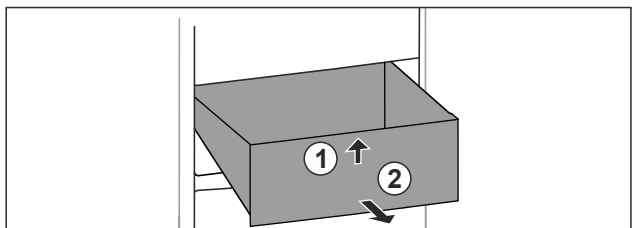

Fig. 101
- ▶ Nadvihnite zásuvku vpredu. Fig. 101 (1)
- ▶ Odoberte zásuvku dopredu. Fig. 101 (2)